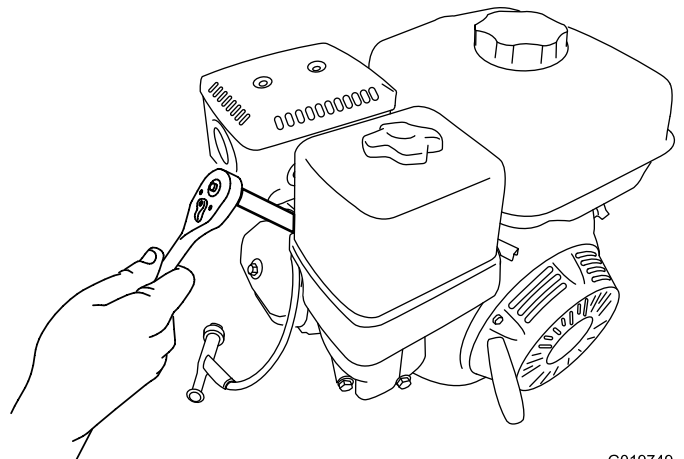

Figura 37
5. Gire la bujía en sentido antihorario usando una llave para bujías de 21 mm (13/16") para desmontar la bujía y la junta (Figura 37).
2. Gire la bujía en sentido horario usando una llave para bujías de 21 mm (13/16") hasta que la bujía y la junta estén asentadas (Figura 37).